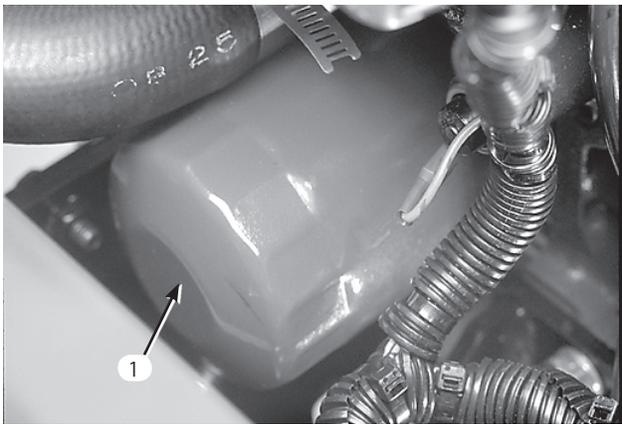

図48
2. エンジン・オイル・フィルタを外す (図48)。新しいフィルタのシールに薄くエンジン・オイルを塗って取り付ける。締めすぎないこと。